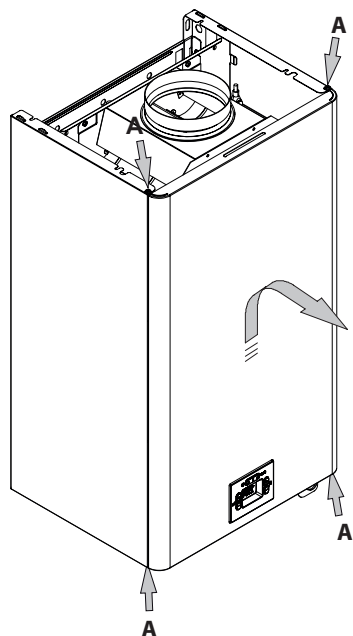

Figura 9.1
- Togliere le viti **A**. Rimuovere il pannello frontale tirandolo a sé Figura 9.1.